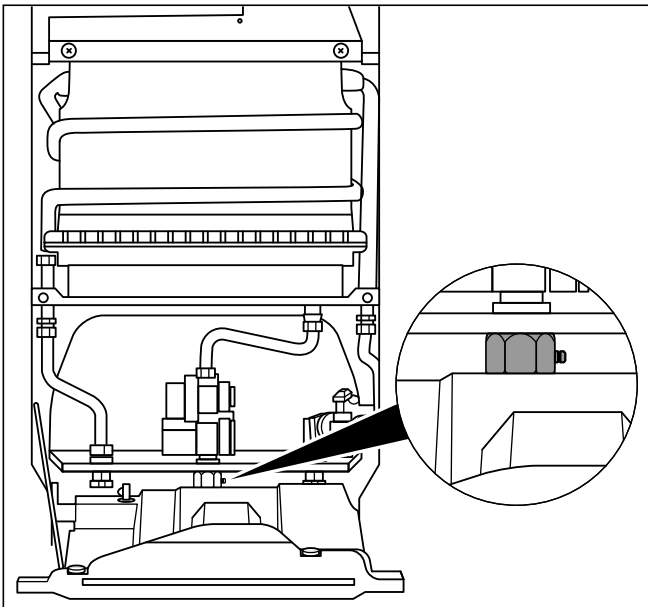

Abb. 6.1 Messstutzen Gas-Anschlussdruck turboMAG AT 11-2/0 R und 14-2/0 R
- Schrauben Sie die Dichtungsschraube des Anschlussdruck-Messstutzens heraus (siehe Abb. 6.1 Messstutzen Gas-Anschlussdruck).